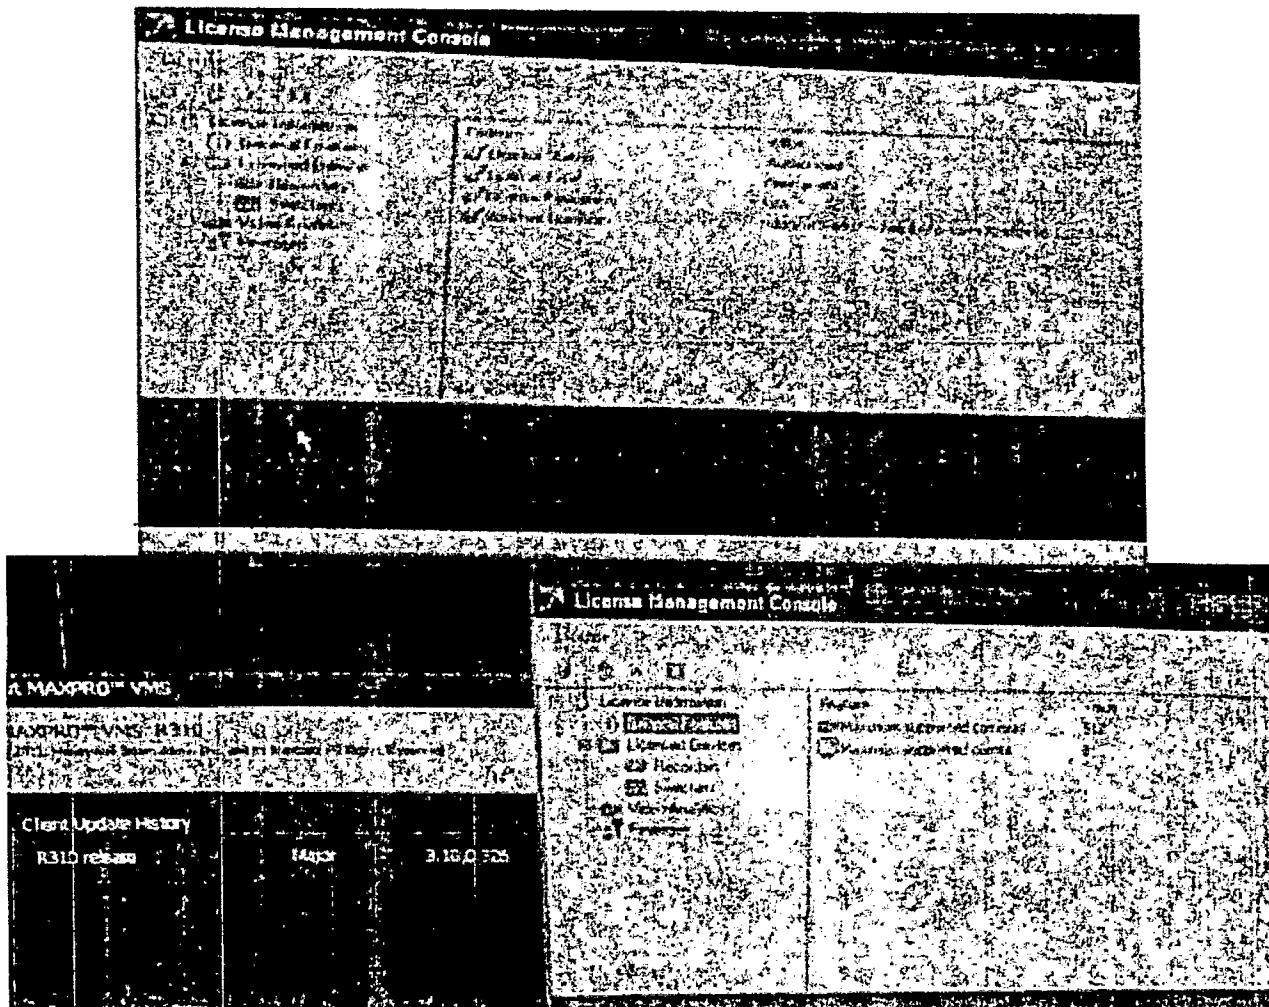

Imagen 3. Estado Licencia MAXPRO VMS..
- 3) En cuanto a licenciamiento, se tienen 2 tipos de licencia, la primera licencia MAXPRO VMS, la cual se validó, que se encontraba en los servidores (SVR-MAJURO: 172.16.84.5; SVR-WELLINGTON:172.16.84.4) se pudo observar el estado del software Maxpro VMS, el cual es el encargado de administrar las 15 Nvrs, la licencia soporta 512 cámaras, 2 clientes en simultaneo, el estado de la licencia es autorizada y permanente. (Ver imagen 3). La segunda licencia MAXPRO NVR, es la licencia de las NVR locales, la cual se encuentra en un estado desconocido, esta se podrá validar a medida que se pueda ingresar a la NVR y recuperar la información, de cada NVR. (Ver Imagen 4).